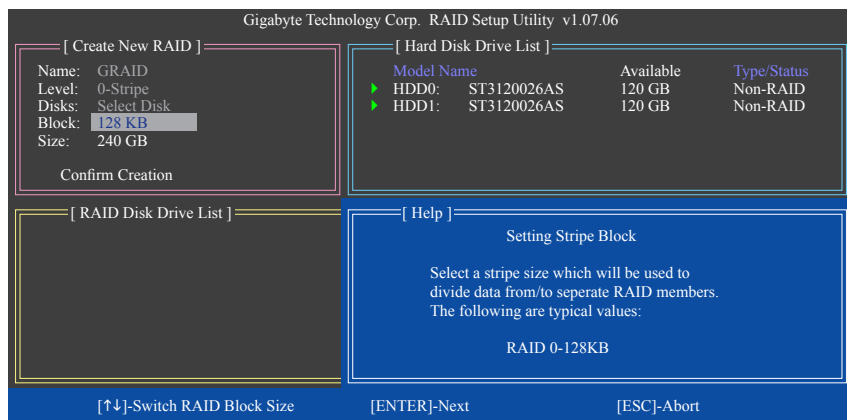

図 6
4. **Set Block Size (RAID 0 only):** Block 項目の下で、上または下矢印キーを使用してストライプブロックサイズを 4 KB~128 KB の範囲で選択します (図 6)。<Enter> を押します。